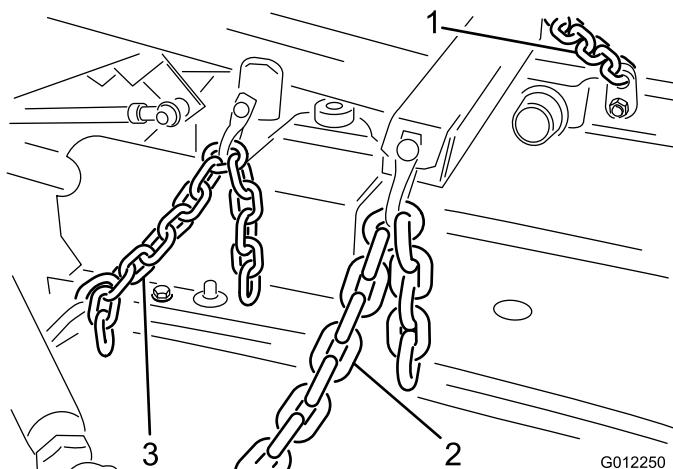

Figura 9
1. Conecte las cadenas de elevación al brazo de elevación y las pletinas de enganche de las cadenas de la unidad de corte con 6 grilletes, pasadores (3/8 x (1-1/2 pulgadas) y chavetas (1/8 x 3/4 pulgada) (Figura 9). Para asegurarse de que la unidad de corte se eleva correctamente, sujeté las cadenas a los eslabones siguientes: